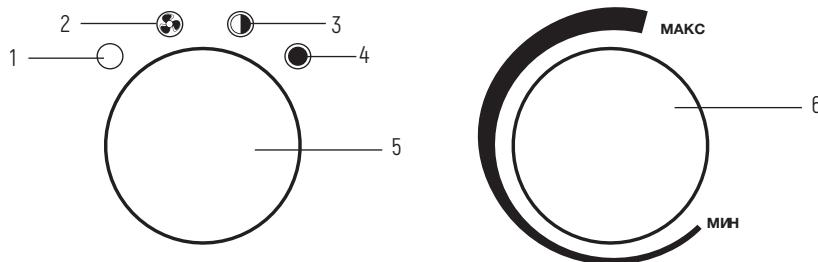

Рис. 2. Панель управления
Для включения прибора в режиме вентиляции (без нагрева) переведите ручку переключателя (5) в положение «●», (см. рис. 2), при этом начинает работать вентилятор.